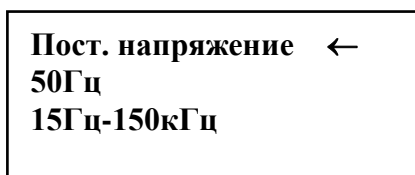

Рисунок 4
2.3.3.4 Перемещение курсора по строкам осуществляется при помощи кнопок «↓» и «↑» (см. рисунок 4).